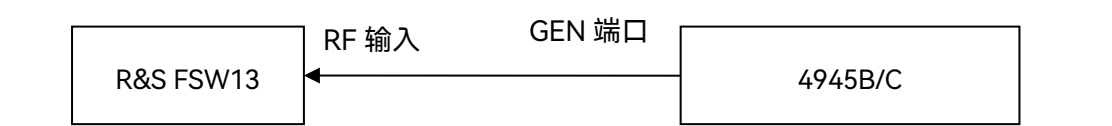

图 7.8 射频信号发生功率特性测试的框图
- (1) 测试 GEN 端口射频信号发生功率，如图 7.8 连接 4945B/C 的 GEN 端口与频谱分析仪 RF 输入端口；
- (2) 设置 4945B/C 为射频发射模式，输出频率 500MHz，功率-110dBm；设置频谱分
- (1) 如图 7.8 连接 4945B/C 的 GEN 端口与频谱分析仪 RF 输入端口; 设置 4945B/C 为射频发射模式, 输出频率 1MHz, 幅度 0dBm; 设置频谱分析仪起始频率 1MHz, 参考电平 10dBm;
- (2) 调节 4945B 的输出信号频率从 1MHz~1.05GHz (4945C 的输出信号频率从 1MHz~3GHz), 同时不断调节频谱分析仪的终止频率为 4945B/C 当前输出频率的 3 倍以上; 观察并找出谐波最大的频点, 记录谐波功率测量值;
- (3) 设置 4945B/C 输出频率 1MHz, 幅度 5dBm; 重复步骤(2), 观察并找出非谐波最大的频点, 记录非谐波功率测量值;
- (4) 计算谐波、非谐波与载波功率相对值, 结果记入表格 A.1 相应空格处, 若在所示范围内, 则谐波、非谐波失真指标合格;
- (5) 设置 4945B/C 的输出频率 1GHz, 幅度 -10dBm; 设置频谱分析仪中心频率 1GHz, 参考电平 0dBm, 扫宽 50kHz;
- (6) 峰值频标, 打开频标差值, 设置 20kHz 频偏, 打开噪声频标功能, 打开视频平均功能, 将此测量值记入表格 A.1 相应空格处;
- (7) 若测试 4945C, 改变输出频率为 3GHz, 幅度 -10dBm; 设置频谱分析仪中心频率为 3GHz, 参考电平 0dBm, 扫宽 50kHz; 重复步骤(6);
- (8) 实测值在表格 A.1 所示范围内, 则相位噪声指标合格。
- (1) 如图 7.8 连接频谱分析仪的 RF 输入和 4945B/C 的 GEN 端口, 设置 4945B/C 为射频发射模式, 输出频率 1.05GHz, 幅度-10dBm, 调制格式 FM, 调制率 20Hz, 频偏 5kHz;
- (2) 设置频谱分析仪为模拟解调模式, 打开 FM 解调窗口, 设置中心频率为 1.05GHz, 参考电平 0dBm, 解调带宽 800kHz, 将频偏和调制率实测值记入表格 A.1 相应的空格处;
- (3) 改变 4945B/C 的调制率为 20kHz, 频偏 150kHz, 将频偏和调制率实测值记入表格 A.1 相应的空格处;
- (4) 实测值在表格 A.1 所示范围内, 则射频信号发生频率调制最大频偏、准确度与调制率合格。
- (1) 如图 7.8 连接频谱分析仪的 RF 输入和 4945B/C 的 GEN 端口, 设置 4945B/C 为射频信号发射模式, 输出频率 1.05GHz, 幅度-10dBm, 选择调制格式为 AM, 设置调制率 20Hz, 调幅深度 30%;
- (2) 设置频谱分析仪为模拟解调模式, 打开 AM 解调窗口, 设置中心频率为 1.05GHz, 参考电平+10dBm, 解调带宽 100kHz, 将调幅深度和调制率实测值记入表格 A.1 相应的空格处;
- (3) 按表格 A.1 要求设置 4945B/C 幅度调制参数, 将调幅深度和调制率实测值记入表格 A.1 相应的空格处;
- (4) 实测值在表格 A.1 所示范围内, 则射频信号发生幅度调制范围、准确度与调制率合格。
- (1) 如图 7.8 连接频谱分析仪的 RF 输入和 4945B/C 的 GEN 端口, 设置 4945B/C 为射频发射模式, 4945B/C 输出频率 1.05GHz, 幅度-10dBm;
- (2) 设置频谱分析仪中心频率 1.05GHz, 扫宽 2kHz, 参考电平 0dBm; 频谱分析仪峰值频标, 打开频标差值, 设置 4945B/C 调制格式为 USB, 设置调制率 300Hz; 将频标差值记入表格 A.1 相应空格处;
- (3) 设置频谱分析仪扫宽 20kHz; 设置 4945B/C 调制格式为 LSB, 设置调制率 5kHz; 将频标差值记入表格 A.1 相应空格处;
- (4) 实测值在表格 A.1 所示范围内, 则射频信号发生 SSB 调制率合格。